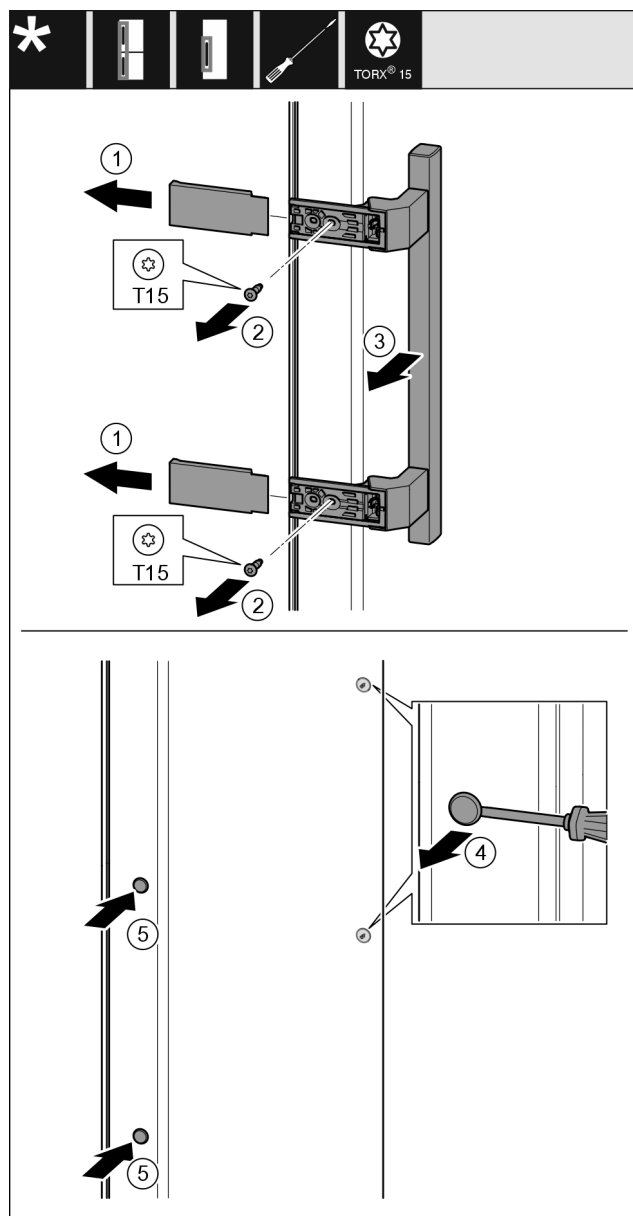

Fig. 10
- Снимите крышку. Fig. 10 (1)
- Выкрутите винты отверткой Torx 15. Fig. 10 (2)
- Снимите ручку. Fig. 10 (3)
- Осторожно поднимите шлицевой отверткой боковые заглушки и извлеките их. Fig. 10 (4)
- Снова вставьте заглушки с другой стороны. Fig. 10 (5)